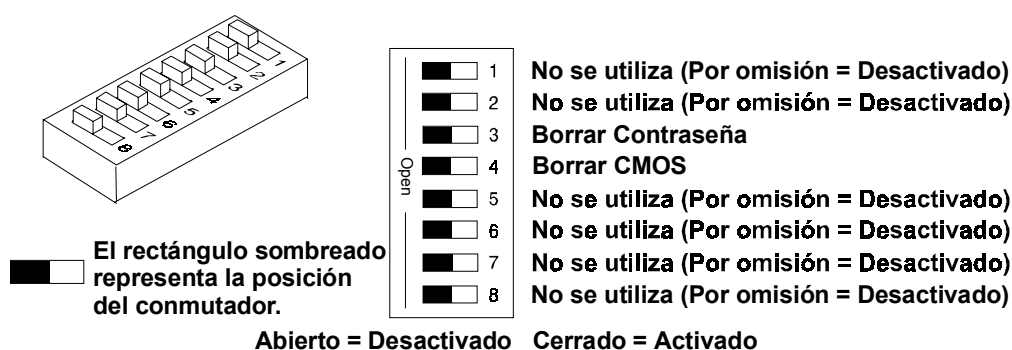

Figura 4-1. Colocación de los conmutadores de configuración
2. Mueva el conmutador 4 del conmutador de configuración de la placa del sistema (con la etiqueta "Clear CMOS" [Borrar CMOS]) a la posición ON (Encendido). Consulte la Figura 4-1.